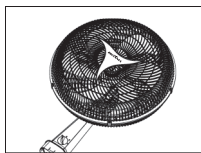

Figura 06
8. Encaixe a grade frontal na grade traseira introduzindo as linguetas nos respectivos alojamentos da grade traseira e observando que o logotipo BRITÂNIA deve ficar na horizontal (ver figura 06).